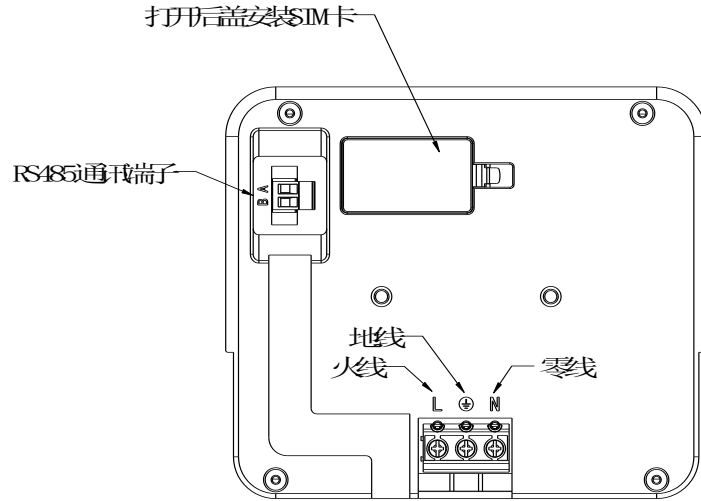

图 17
- (1) 设备背面接线端子定义如图 17 所示,若订购的设备配有 4G 功能,请在安装设备前打开设备背面的后盖,安装 SIM 卡。